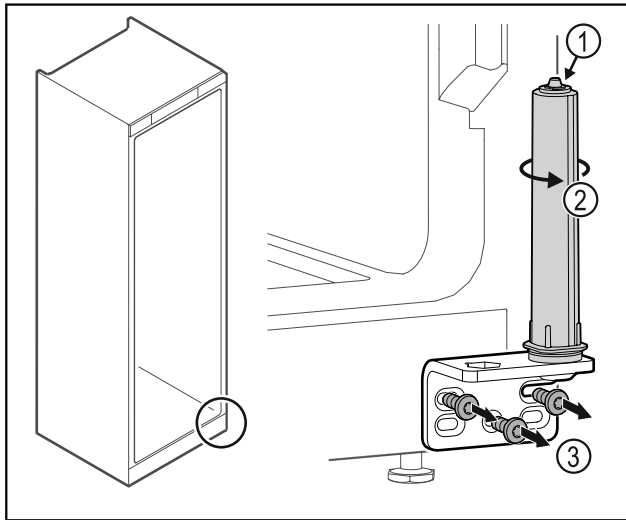

Fig. 34
- ▶ Не розбирати систему закриття дверей Fig. 34 (1).
- ▶ Повертати систему закриття Fig. 34 (2) до клацання.
- ▶ Відкрутити шарнірний кутик Fig. 34 (3).